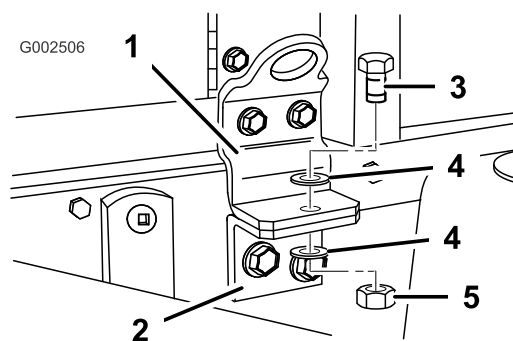

Figura 5
3. Rimuovete i bulloni di sicurezza dalla parte anteriore del telaio di supporto (Figura 5).